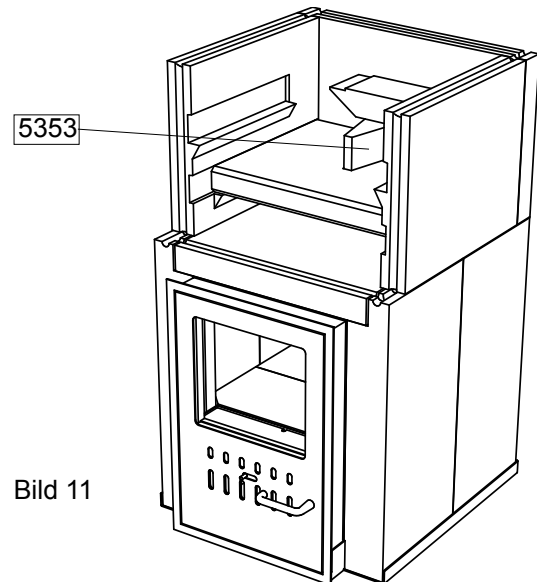

Bild 11
2. Zugtrenn - Formstück - Bild 11